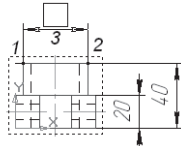

Рис. 352
- для примера рассмотрим указание диаметрального размера с помощью  – **Линейного размера**. На виде слева курсором мыши укажите точки привязки размера (рис. 352);